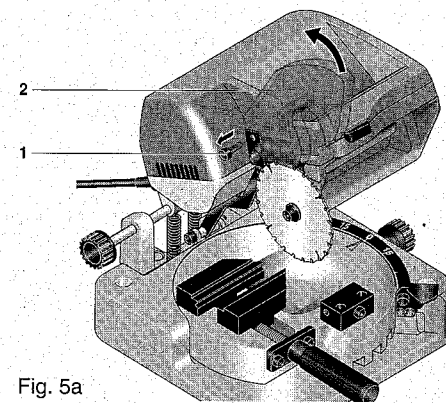

Fig. 5a
- Innensechskantschraube 1 im Sägeblattschutz 2 herausdrehen und Sägeblattschutz nach oben klappen, wie in Fig. 5a gezeigt.